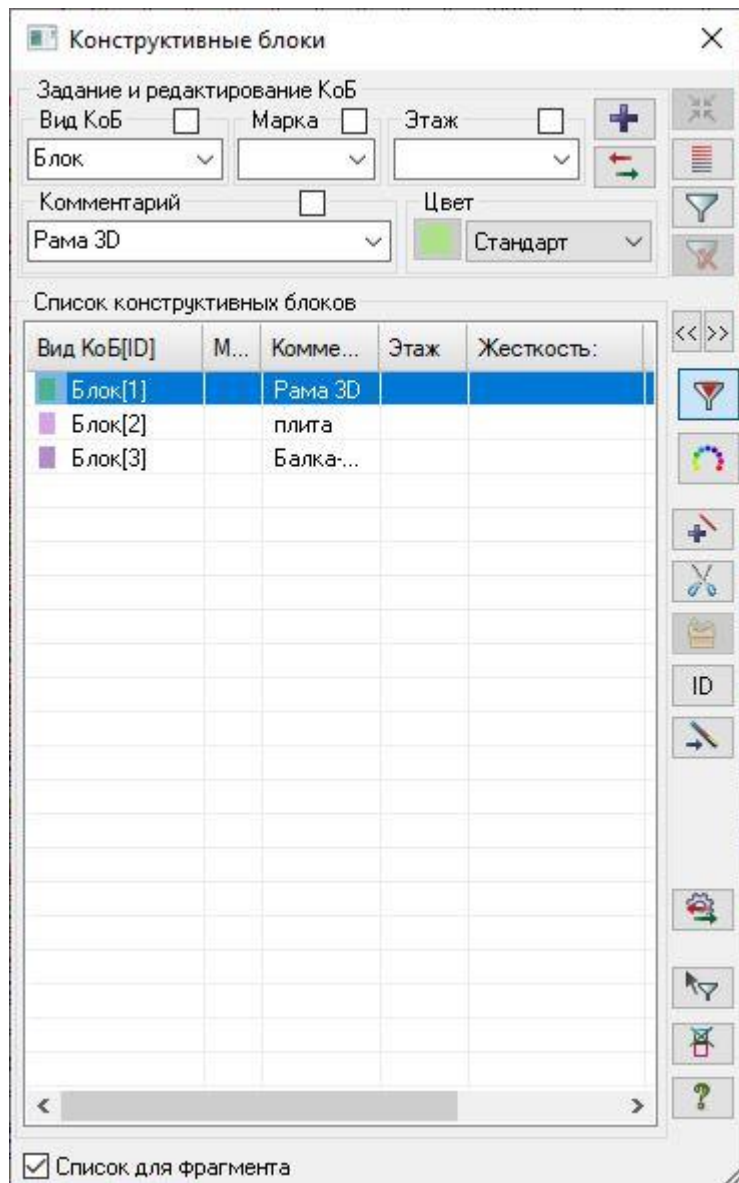

Рис.11.13. Диалоговое окно **Конструктивные блоки**
- Для выделения элементов схемы щелчком по кнопке  – **Конструктивные блоки** на панели инструментов **Панель выбора** вызовите диалоговое окно **Конструктивные блоки** (рис.11.13).
- В этом окне выделите первую строку **Блок (1)** с комментарием **Рама 3D** (в результате на схеме выделяться плиты перекрытия и стержневые элементы).